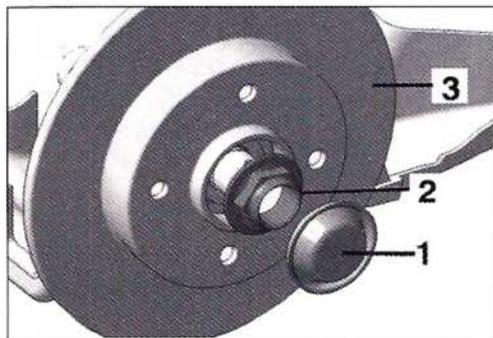

FIG.10
- Desmontar el capuchón (1) (Fig.10).